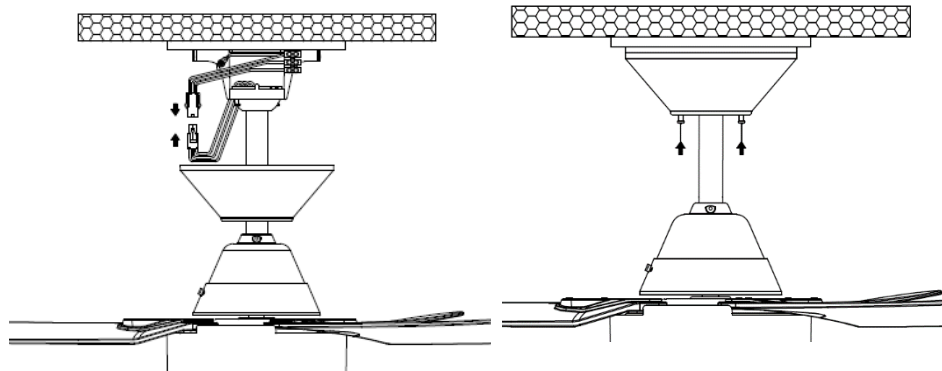

Abb. 8
- Decken Sie die Halterung mit der Abdeckung ab. Die Verkabelung befindet sich nun unter der Abdeckung und Sie sollten darauf achten, dass diese in diesem Schritt nicht beschädigt wird. Sichern Sie die Abdeckung an der Halterung der Deckenstange mittels der mitgelieferten Schrauben. Abb. 8